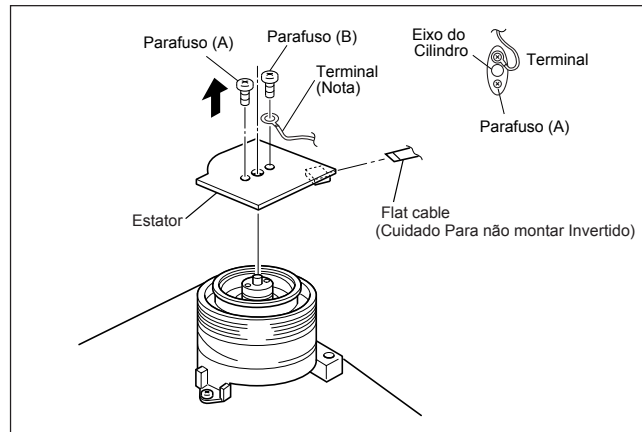
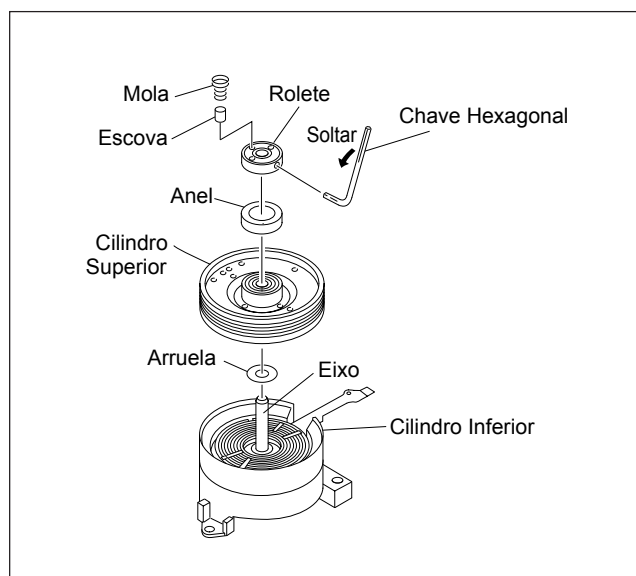
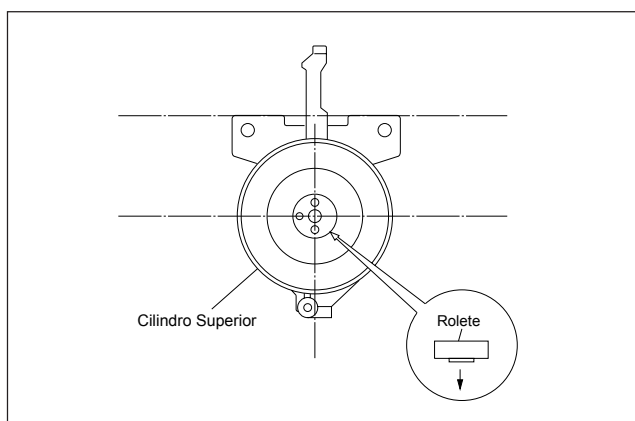

Fig. 2-2-23a
Fig. 2-2-25a
Fig. 2-2-25c
- (2) Instale uma trava nova e o cilindro superior no eixo do cilindro. (Veja Fig.2-2-25a.)
- (3) Instale o anel no cilindro superior.
- (4) Posicione o rolete como indicado na Fig.2-2-25c enquanto controla seu movimento vertical.
- (5) Prenda o rolete na posição com uma chave hexagonal enquanto o segura com os dedos.
- (6) Depois da instalação, suavemente gire o cilindro superior com sua mão para ter certeza que ele está girando normalmente. Então instale a escova e a mola.
- (7) Instale o rotor e o estator conforme a Fig. 2-2-23a e 2-2-24a.
- (8) Quando instalação estiver completa, limpe o cilindro superior e inferior e faça os seguintes ajustes.